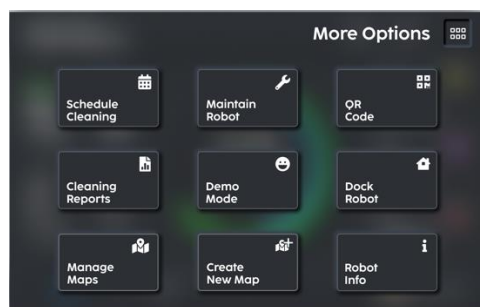

Fig. 1
1. Ga naar de kaart van de faciliteit door te klikken op de optie 'Map (Kaart)' op de HOME (UITBREIDINGSMENU)-pagina (fig. 1).